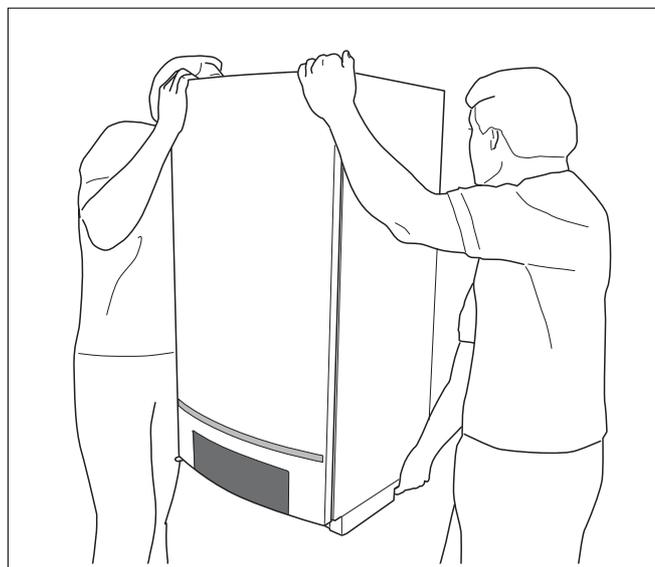

Fig. 2 Sollevare e trasportare la caldaia in modo corretto
- Con l'intervento di due persone, sollevare la caldaia agendo sul retro e sulla guida di trasporto del lato inferiore e agganciarla alla staffa a muro (fig. 2, pag. 12).